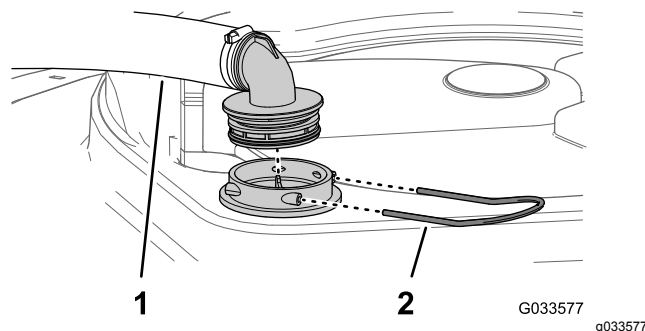

Рисунок 46
3. Отсоедините шланг и шланговый штуцер от корпуса фильтра (Рисунок 46).
2. В верхней части бака опрыскивателя снимите держатель, который крепит шланговый штуцер, подсоединенный к большому шлангу, идущему от корпуса фильтра (Рисунок 46).